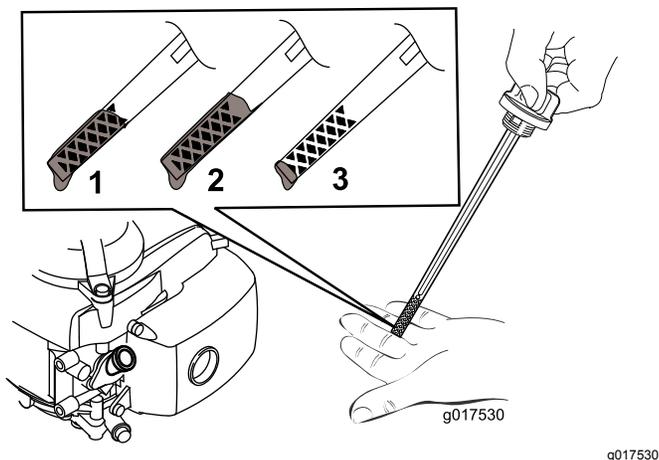

図 10
5. オイルの量の確認方法は **図 10**を参照。
注 ディップスティックで量を確認しながら **図 10** に示される適正量までオイルを入れる。オイルを入れすぎてしまった場合には、**エンジンオイルの交換 (ページ 15)**の項に従って余分なオイルを抜き取ってください。